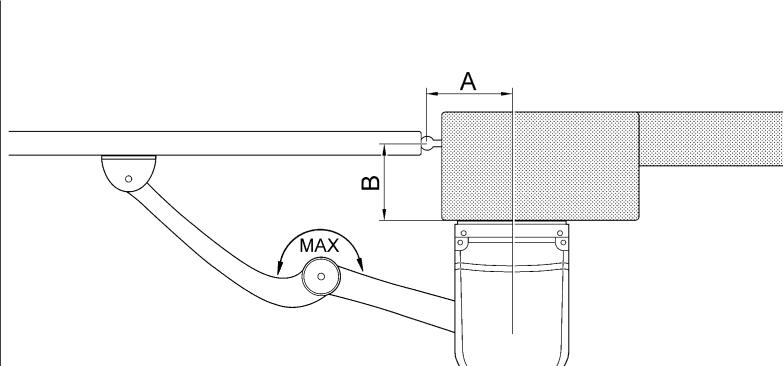

Fig. 5
2.3) Fijación (Fig. 5)
Fije el soporte de sujeción en la puerta, en el punto más alejado posible de la columna, alargando al máximo los brazos (**Fig. 5**). El soporte se fija en la puerta soldándolo o utilizando los tornillos adecuados para el material de la hoja.